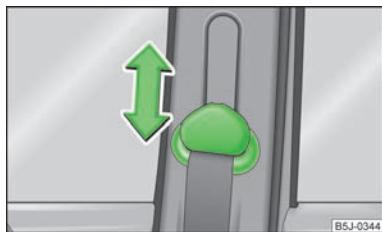

Fig. 98
- Poussez sur la ferrure de renvoi dans la direction souhaitée, vers le haut ou vers le bas » fig. 98.